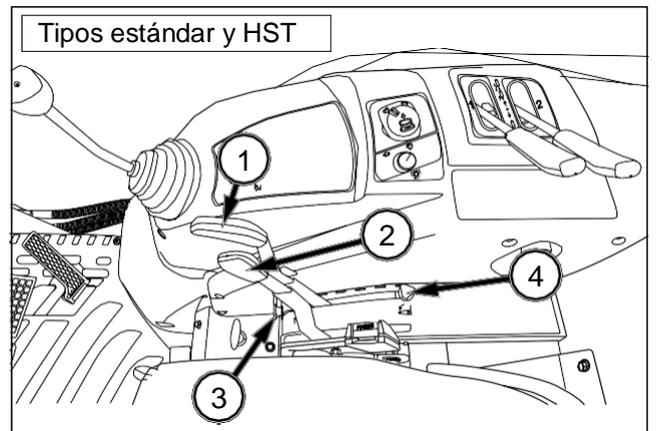

FIG. 129
FIG. 129 y 130: Posiciones de la palanca - Utilice la palanca de control de posición (1) para elevar y bajar el equipo y la palanca o la rueda del control de esfuerzo (2) para ajustar la profundidad de labranza y la sensibilidad del sistema en el suelo.